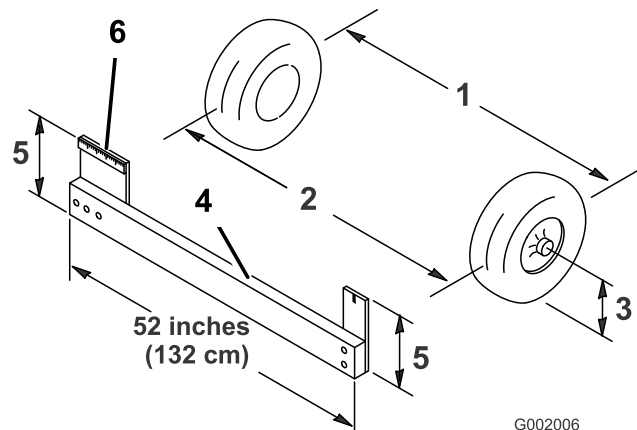

図 60
4. 前輪の前と後ろで、左右のタイヤの中央線間距離を測る；計測はアクスルの高さで行う(図 60)。前輪の後ろで、アクスルの高さで測定を行うには市販または手製のトーイン測定器が必要となる。前後の計測とも同じ道具を使用し、アクスルの高さで正しく測定すること(図 60)。